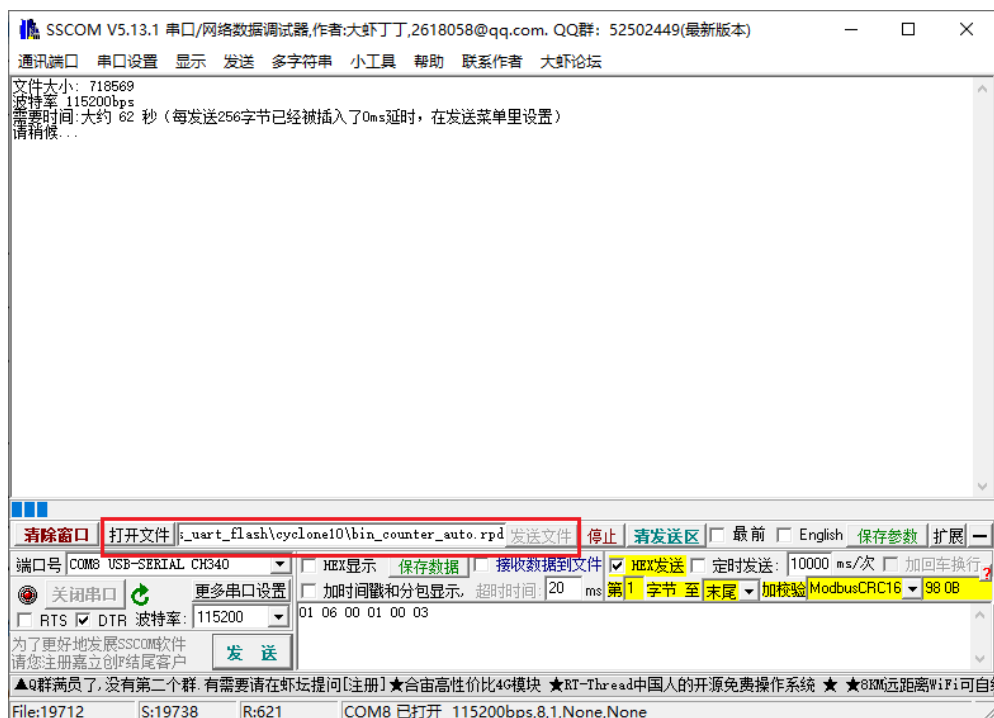

图 1-26 发送文件
7. 点击打开软件，找到我们生成的 bin_counter_auto.rpd 文件，点击发送文件，如下图 1-26 所示，等待发送完成